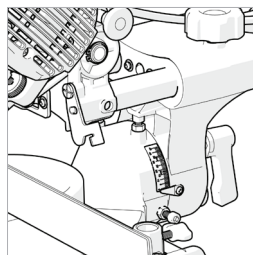

Fig. 12
- Compruebe que el cabezal de corte está en posición vertical apoyado contra su tope y que el indicador de corte en bisel señala 0° en la escala graduada. **(Fig. 12)**